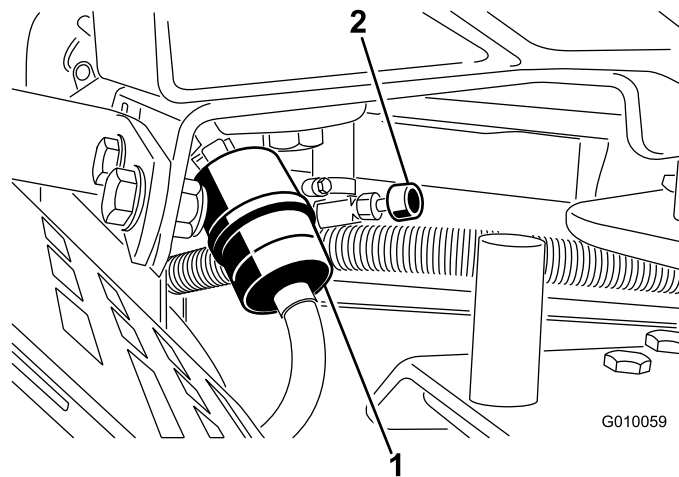

Figura 52
2. Chiudete la valvola di intercettazione del carburante (Figura 52).
3. Premete le estremità delle fascette stringitubo ed allontanatele dal filtro (Figura 52).
5. Montate un nuovo filtro ed avvicinate le fascette stringitubo al filtro (Figura 52).
7. Aprite la valvola di intercettazione del carburante (Figura 52).
3. Allentate la fascetta stringitubo e spostatela in alto sul tubo del carburante, lontano dal filtro del carburante (Figura 52).
4. Estraiete il tubo del carburante dal relativo filtro (Figura 52). Aprite la valvola di intercettazione del carburante e lasciate spurgare il carburante in una tanica o una bacinella di spurgo.
5. Collegate il tubo del carburante al filtro del carburante. Infilate la fascetta vicino al filtro del carburante, per fissare il tubo del carburante (Figura 52).